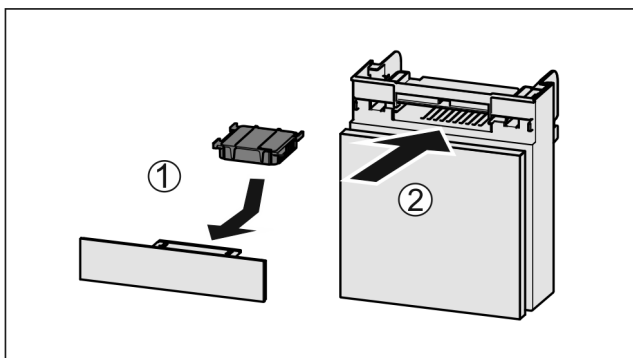

Fig. 178
- Actiefkoolfilter overeenkomstig afbeelding aanbrengen Fig. 178 (1).
- Lade erin schuiven Fig. 178 (2).